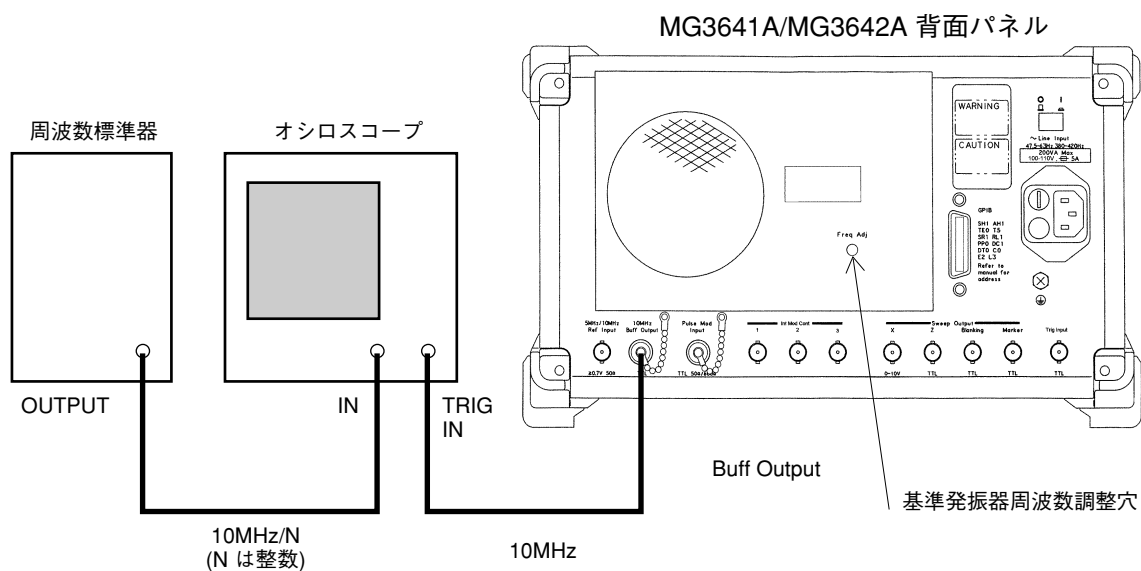

図 8-1 基準発振器校正
1.	室温 23℃±5℃の室内で、図 8-1 のようにセットアップします。
6.	図 8-1 に示す MG3641A/MG3642A の背面に基準発振器校正用の穴がありますので、その中のポテンションメータを回し、オシロスコープ上の入力波形が左右に移動しないように調整します。